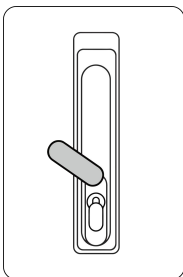

Рисунок 2
2. Підніміть кришку над замковою щілиною. Див. Рисунок 2.